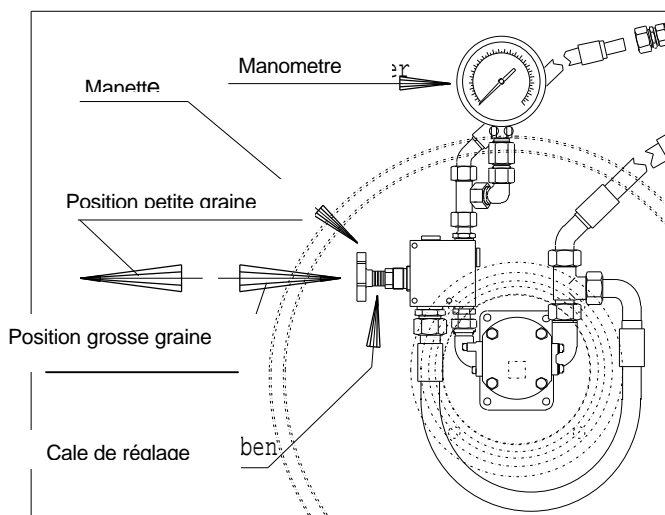

Fig. 1
Si le régime n'est toujours pas atteint, on peut l'augmenter en retirant des cales sous la manette du distributeur (fig. 1).
3. Le régime de turbine est automatiquement réduit par le distributeur – Si celui-ci était inférieur au régime nominal pour petites graines, on peut revisser légèrement la manette (fig. 1).